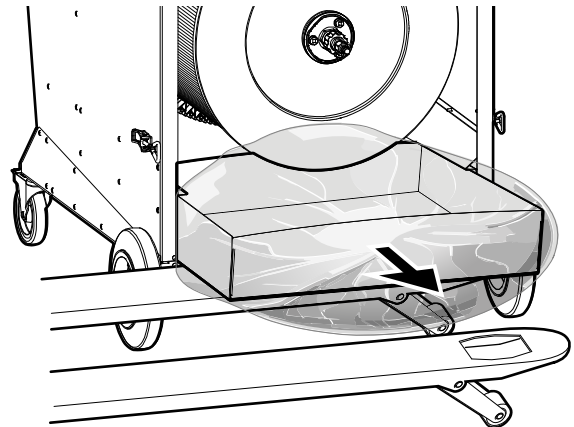

Fig. 34
4. Extraiga el recipiente de polvo pieza por pieza y transfiera la bolsa del polvo CMF PCW3, consulte la **Fig. 34**.